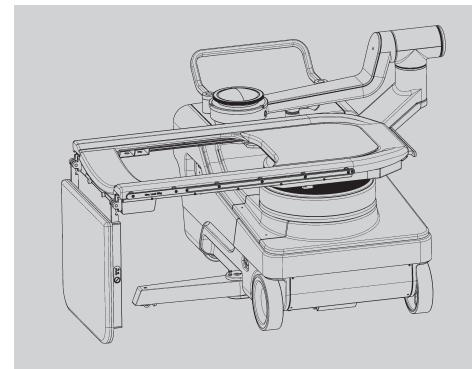

Figura 5-2 Baixar o apoio para os pés
- Levante ligeiramente o apoio para os pés e puxe-o para si, até engatar na extremidade da mesa de tratamento (ver Figura 5-2).